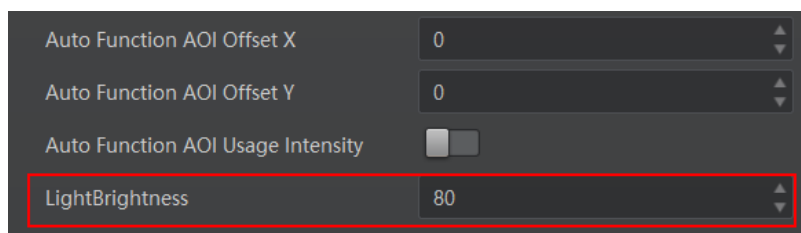

图5-5 光源亮度设置
- 光源亮度设置：找到 *Analog Control* 属性下的 *LightBrightness* 参数可设置补光灯亮度值，如图 5-5 所示。设备取流时，光源按照设置的亮度值进行照明；停止取流时，光源关闭。